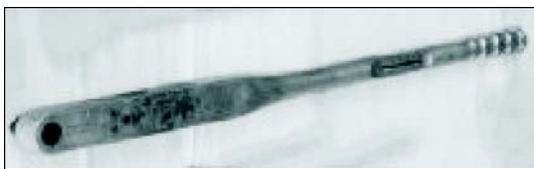

Fig 6-17. Torquímetro
**b.** Para se medir o torque utiliza-se o torquímetro ou chave dinamométrica, existente no ferramental orgânico. (Fig 6-17)